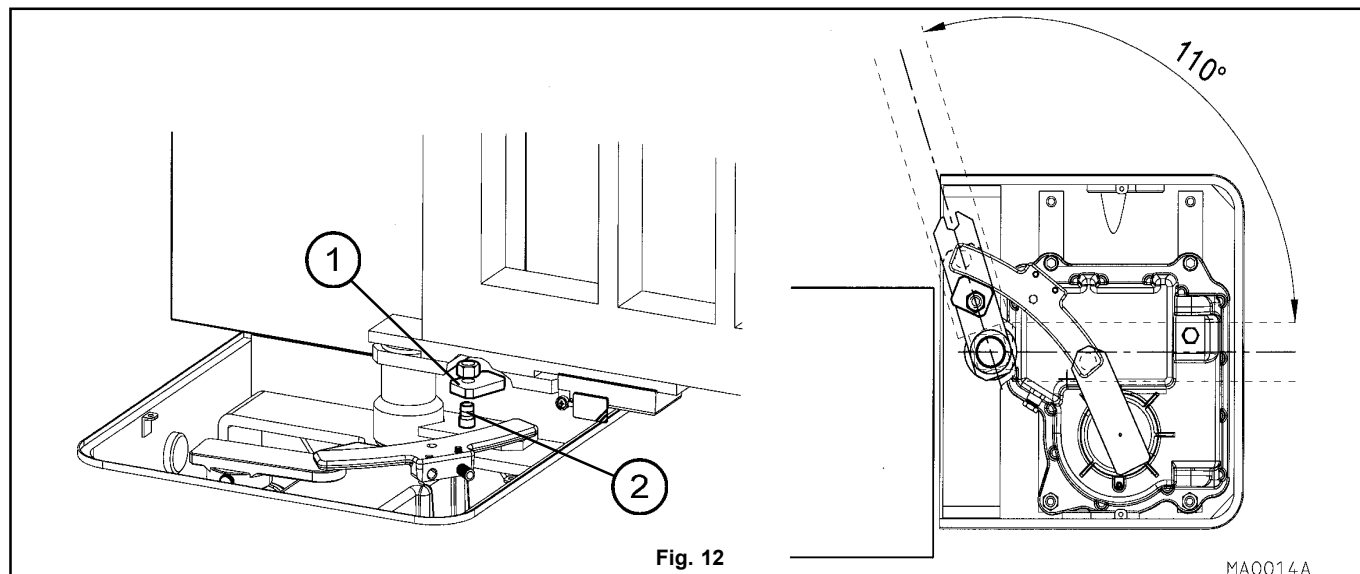

Fig. 12
- Introduire le verrou interne (1 fig. 12) sur l'axe fileté (2 fig. 12) de l'ensemble de leviers orienté comme indiqué à la fig. 12 et le fixer à l'aide de l'écrou mis à disposition.
- Introduzca la placa de retención interna (1 fig. 12) sobre el perno roscado (2 fig. 12) del grupo de palancas, orientada tal como se indica en la fig. 12 y fíjela con la tuerca que se entrega con el equipamiento de base.
- Założyć płytkę wewnętrznego ogranicznika (1 rys. 12) na gwintowany kołek (2 rys. 12) zespołu dźwigni, obracając ją tak, jak pokazano na rys. 12, a następnie zamocować ją za pomocą nakrętki będącej na wyposażeniu.